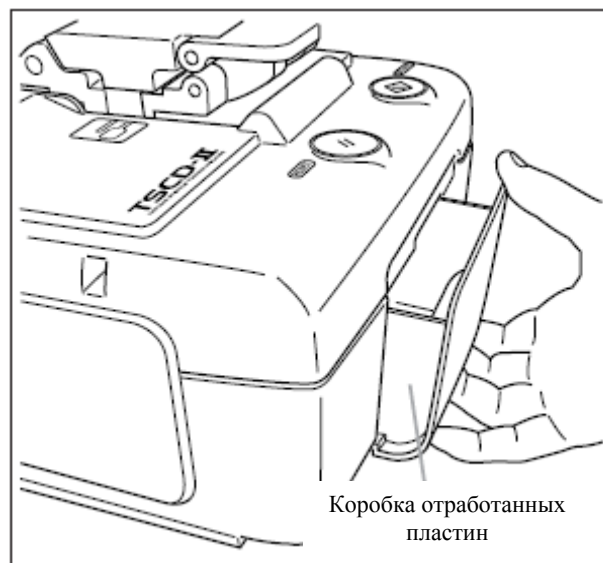

Рис. 20
1. Достаньте коробку для отработанных пластин из TSCD®-II, вытягивая ее назад. (См. рис. 20)